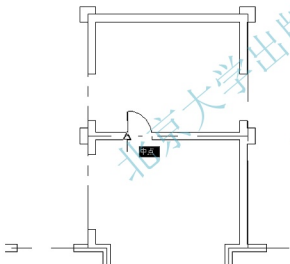

图 3.75 插入 “门” 图块
(5) 在指定插入点或 [基点 (B)/ 比例 (S)/ 旋转 (R)/ 预览比例 (PS)/ 预览旋转 (PR)]: 提示下, 捕捉如图 3.75 所示的卫生间门口处。
(6) 在输入门的编号 <M1>: 提示下, 输入 “M3” 后按 Enter 键结束命令。